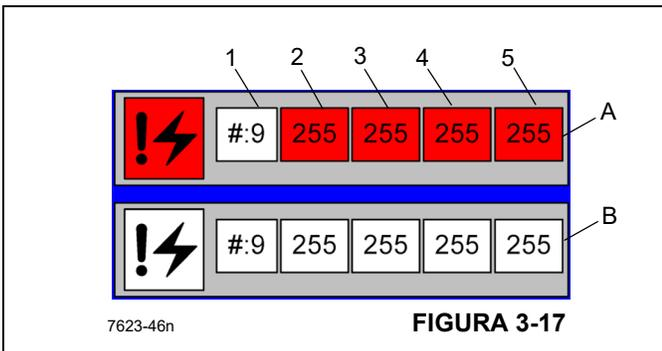

FIGURA 3-17
La Figura 3-17 muestra las fallas activas y registradas. El sistema de control de la grúa muestra hasta 20 de las fallas o errores registrados más recientes en la grúa y los sistemas de control del RCL. Las flechas circulares se pueden usar para desplazarse por las fallas activas. Esta serie de números corresponden a una falla específica de un módulo, conector y clavija específicos. Para borrar los códigos de falla registrados, se puede oprimir el botón con el icono de código de falla y la “X” de color rojo.
A continuación se describe la vista de códigos de falla (Figura 3-17):
- Cuadro de falla activa (rojo, A, Figura 3-17): el sistema de control de la grúa muestra hasta 20 fallas o errores
- Cuadro de fallas registradas (B, Figura 3-17): las fallas registradas no están activas actualmente. Utilice las teclas de flecha arriba y abajo para avanzar por los códigos.